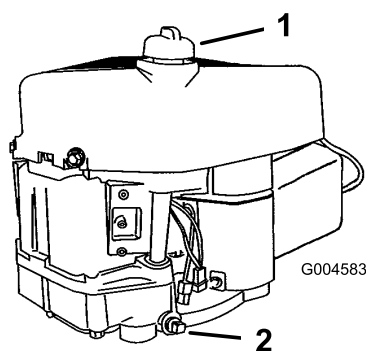

Bild 20
8. Rengør området omkring oliepinde (Bild 20), så der ikke trænger snavs ned i hullet til oliepinde, hvilket kan beskadige motoren.
11. Hæld langsomt cirka 80 % af den specificerede mængde olie i oliepåfyldningshullet (Bild 20). Kontroller oliestanden. Se afsnittet Kontrol af oliestanden.